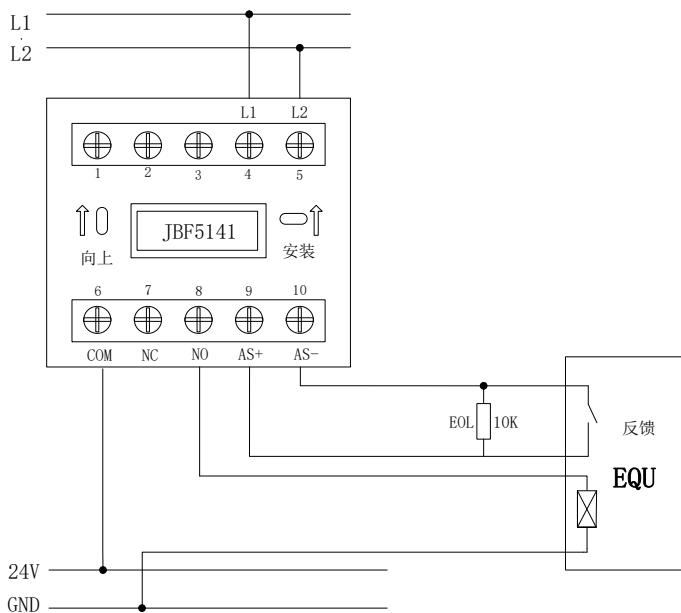

图 4：有源输出
- 有源输出时：24V 电源线正极接到 COM (端子 6)，由 NO(端子 8) 出接到被控设备，24V 电源线负极不经过模块直接接到被控设备。模块启动后 NO(端子 8) 和 COM (端子 6) 切换为闭合状态，24V 电源线正极导通，见图 4。